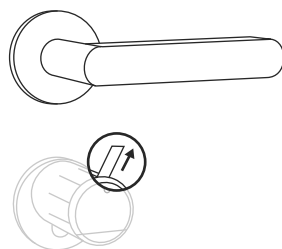

Fig. 7
- ⑦ Si no lo ha hecho anteriormente, retire las bandas protectoras de las baterías del compartimento de la batería junto al pomo interior (Fig. 7).